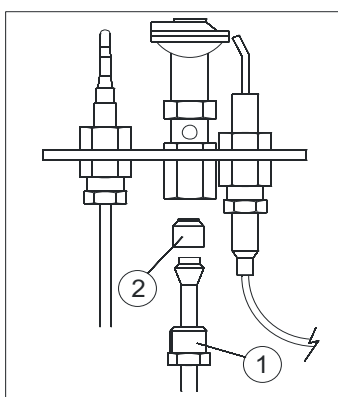

Fig. 1
1. COUREURS PERMANENTS SUR LA GRILLE. Fig.1 ou . 2